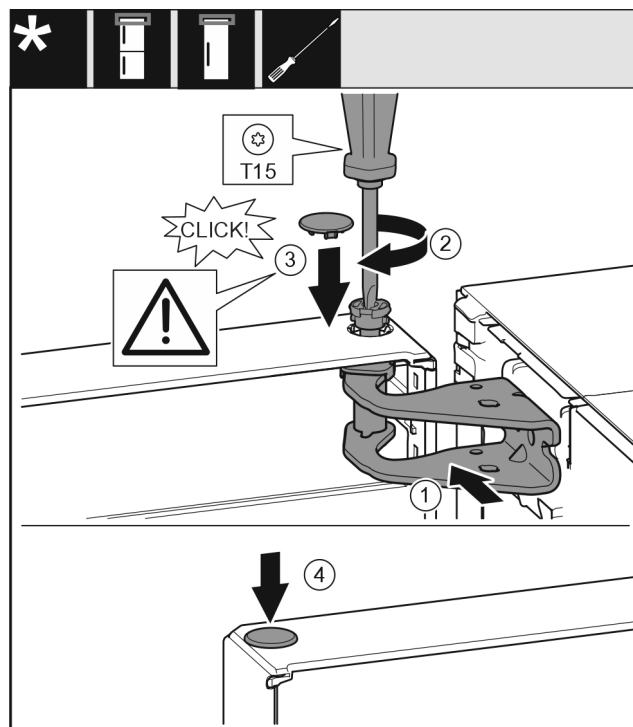

Fig. 19
- Tür oben zur Öffnung im Lagerbock ausrichten. Fig. 19 (1)
- Bolzen einsetzen und mit Schraubendreher T15 festschrauben. Fig. 19 (2)
- Sicherungsabdeckung zur Sicherung der Tür montieren: Sicherungsabdeckung einsetzen und Kontrollieren ob sie auf der Tür aufliegt. Ansonsten Bolzen vollständig einsetzen. Fig. 19 (3)
- Stopfen einsetzen. Fig. 19 (4)